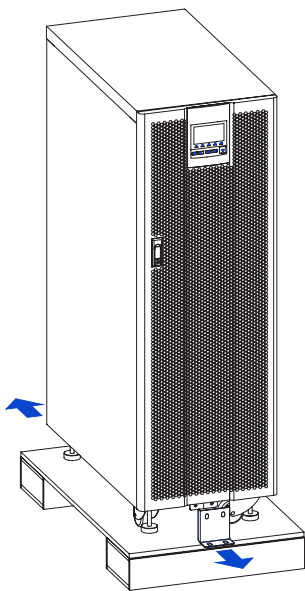

Figura 3-5 Retire las placas de soporte inferiores
5. Desmonte los 4 pernos de fijación de la placa de soporte inferior y el UPS, y los 4 pernos de soporte de madera y la placa de soporte inferior, y luego retire las placas de soporte (como se muestra en la figura 3-5).